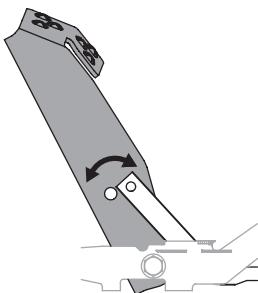

Figure 38
- Positionnez la pédale sur la position optimale en fonction des préférences de l'opérateur. Voir Figure 38.